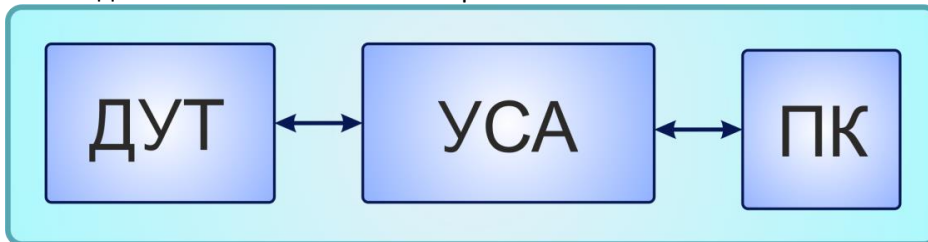

Рисунок 19 – Схема подключения ETS.RS к ПК
2. Подключить датчик к ПК в соответствии с рис. 19.